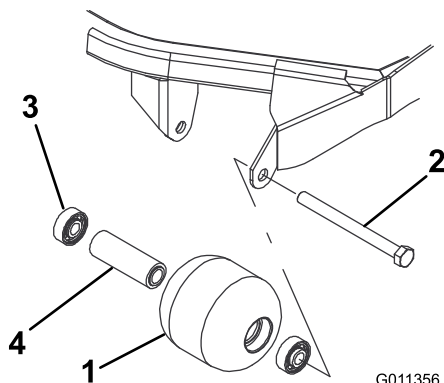

Figura 120
1. Retire el perno de montaje del rodillo (Figura 120).
4. Inspeccione el alojamiento del rodillo, los cojinetes, y el espaciador del cojinete (Figura 120). Sustituya cualquier componente dañado y móntelos.
1. Introduzca a presión el primer cojinete en el alojamiento del rodillo (Figura 120). Haga presión solamente sobre el anillo de rodadura exterior, o de forma igual sobre el anillo exterior y el interior.
2. Introduzca el espaciador (Figura 120).
3. Introduzca a presión el segundo cojinete en el alojamiento del rodillo (Figura 120). Presione de manera uniforme sobre el anillo de rodadura interior y el exterior hasta que el anillo de rodadura interior entre en contacto con el espaciador.